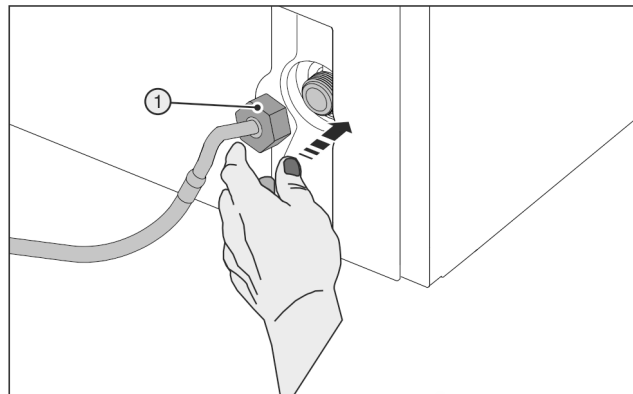

Fig. 29
- Sett mutteren Fig. 29 (1) forsiktig innpå, og skru den rett inn på gjengene.
- Sett mutteren Fig. 29 (1) forsiktig på og skru rett på gjengene med to fingre inntil det oppnås godt, fast feste.
- Bruk hjelpeverktøyet (5) utelukkende ved romtemperatur.
- Trekk til mutteren Fig. 29 (1) med hjelpeverktøyet (5) med urviserne, til maksimalt dreiemoment er nådd og hjelpeverktøyet (5) overdreies.